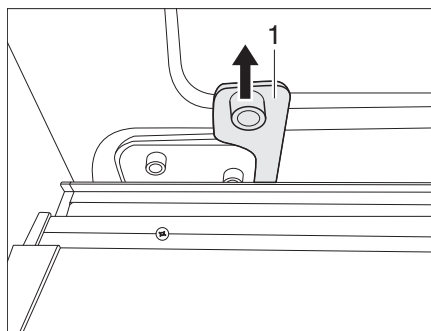

Figure 18 Déverrouillage de secours
- Tirer vigoureusement le déverrouillage de secours (Figure 18, 1) vers le haut et l'accrocher dans la goupille de réception prévue à cet effet. La porte coulissante est maintenant découplée et ne peut être ouverte et fermée que manuellement.